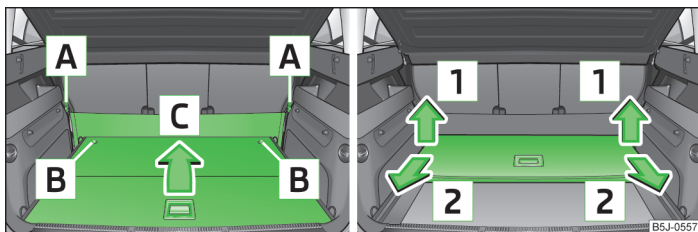

Fig. 51 Plierea/Extragerea suprafeței de încărcare variabile
- Desprindeți din punctele de fixare curelușele **A** » fig. 51 ale peretelui despărțitor elastic.
- Blocați podeaua variabilă prin rotirea bolțului de siguranță **B** » fig. 51 înspre dreapta, cu aprox. 180°.